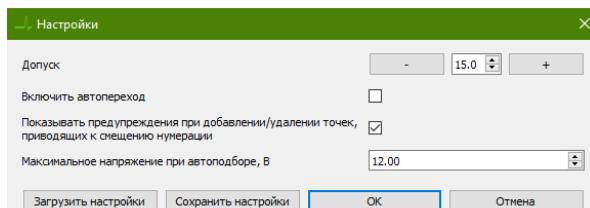

Рисунок 17. Окно настройки порога ошибки измерений ПО EPLab.
7. Измените значение допуска, для этого перейдите в "Файл" -> "Настройки" главного меню и установите нужное значение в поле "Допуск" (Рисунок 17).